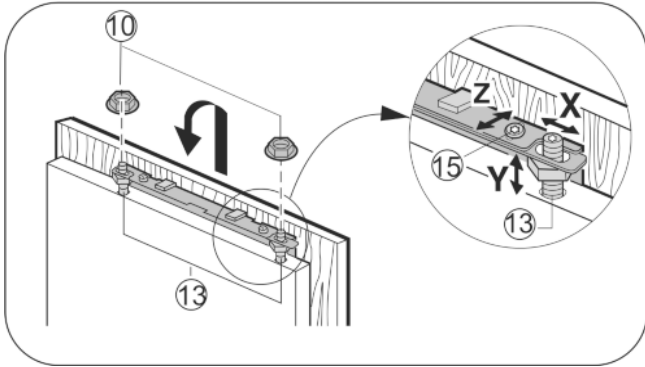

Fig. 19
- ▶ Ajuster la porte du placard à hauteur de Y et en l'inclinant sur le côté : régler les boulons d'ajustement Fig. 19 (13) à l'aide d'un tournevis.
- ▶ Serrer les contre-écrous Fig. 19 (10).